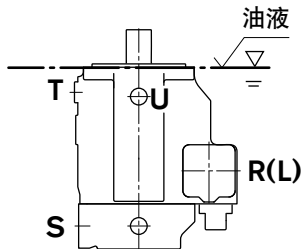

图 1
a) 当最低油位等于或高于泵安装法兰区域时：油口 »R/L«, »T« 和 »S« 打开（请参见图 1）。